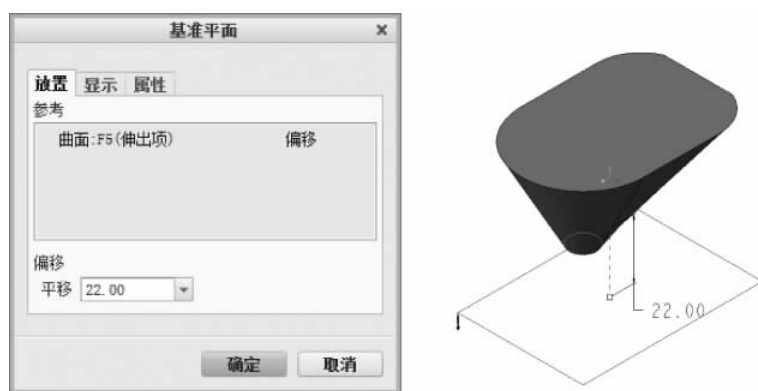

图 3-69 漏斗
(1) 单击【模型】选项卡中【基准】区域的【平面】按钮, 出现【基准平面】对话框, 选择漏斗底部平面作为参考面, 在【平移】文本框中输入“22”, 偏移后在漏斗头下部, 如图 3-69 所示。